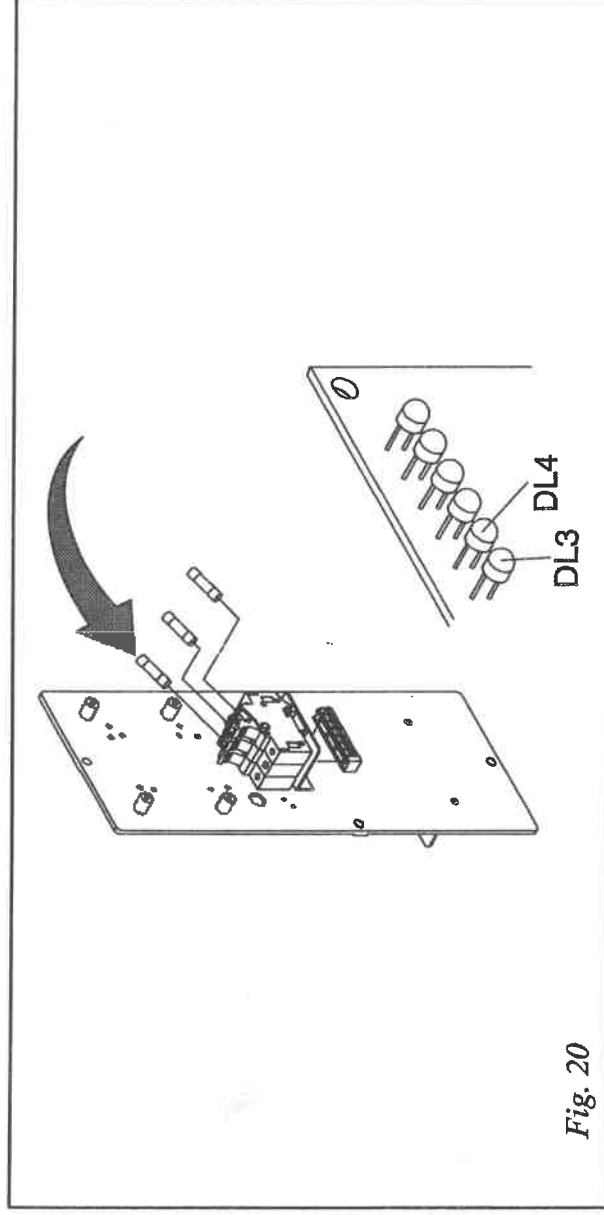

Fig. 20
c) Si le led DL5 ne s'allume pas, mais les leds DL3 et DL4 s'allument régulièrement, vérifier et éventuellement remplacer le fusible 2A (code 02008812, tav. 5) et en cas extrême le circuit imprimé (code 02E02882, tav. 5). Si les leds DL3 et DL4 ne s'allument pas régulièrement, vérifier le câblage des micro-interrupteurs des boutons-poussoir au circuit imprimé aussi que les micro-interrupteurs (code 02000312, tav. 3). Si le led DL5 autant que les leds DL3 et DL4 ne s'allument pas, remplacer le relais de sécurité (code 02E02652, tav. 5) (Fig. 20).